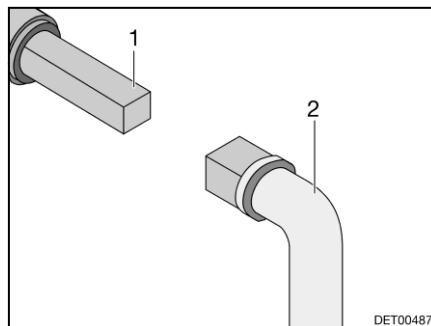

Bild 65 Handhavande avloppsventil
- Sätt nyckeln (Bild 65,2) mot fyrkanten (Bild 65,1).